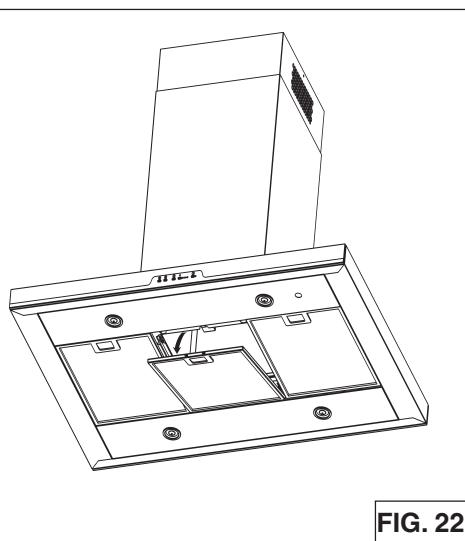

FIG. 22
1. Para quitar el filtro de grasa tire hacia abajo de la lengüeta de cierre para desacoplar el filtro de la campana. Incline el filtro hacia abajo y quitelo (Fig.22).